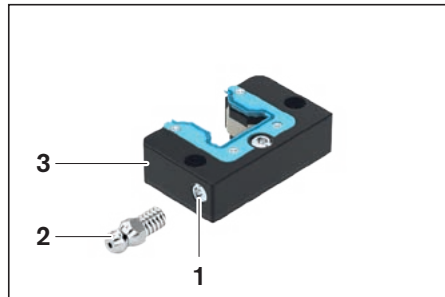
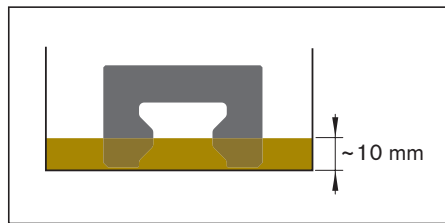

Fig. 1
Fig. 2
- ▶ Retirer la vis sans tête du trou de lubrification (figure 1, rep. 1) et la mettre de côté.
- ▶ Visser le graisseur (2).
- ▶ Poser l'unité de lubrification rapportée (3) à plat, y introduire la quantité d'huile selon le tableau 2 et la laisser à plat pendant environ 36 heures.
- ▶ Pour taille 20 bas : déposer les unités de lubrification rapportées pendant environ 36 heures dans un bain d'huile de 10 mm de profondeur (voir la figure 2).
- ▶ L'unité de lubrification rapportée de taille 20 bas ne peut **pas** être relubrifiée par le raccord de lubrification (voir la figure 2).